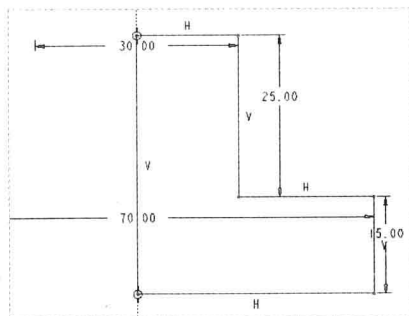

图 8-22 绘制截面
Step 03 弹出 S2D0001 草绘窗口，单击“草绘”选项卡中的相应按钮，绘制截面，如图 8-22 所示。